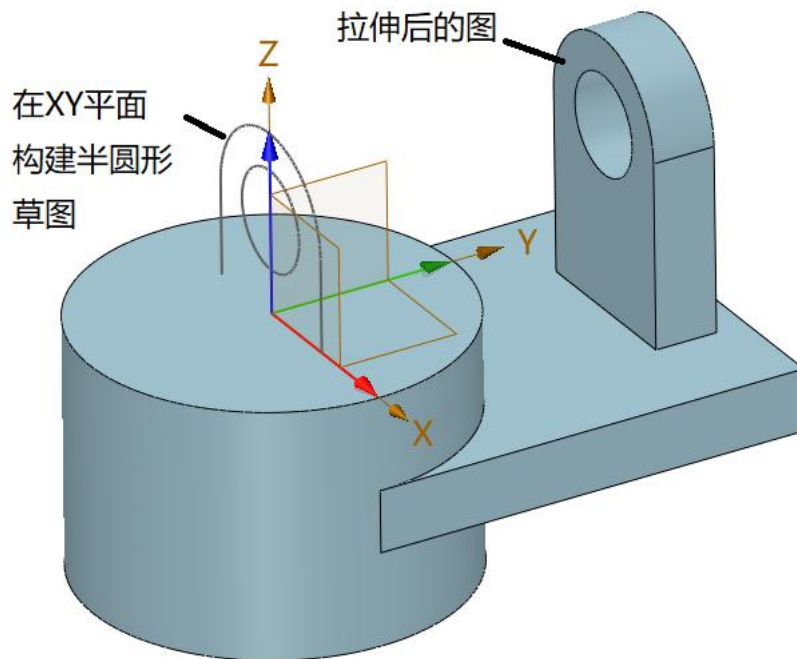

图 6-4 半圆形凸台构建
3、在 YZ 平面绘制半径 14mm，厚度 10mm，离 YZ 平面 55mm 距离的凸台，如图 6-4 所示。